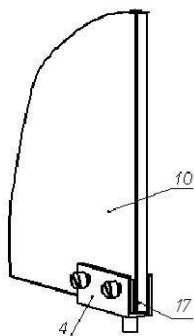

Рис. 3
4.6. После этого установить стеклянную дверь (см. рис.3), закрепив её на петлях 4, с помощью винтов М4x4 и прокладок металлических 17